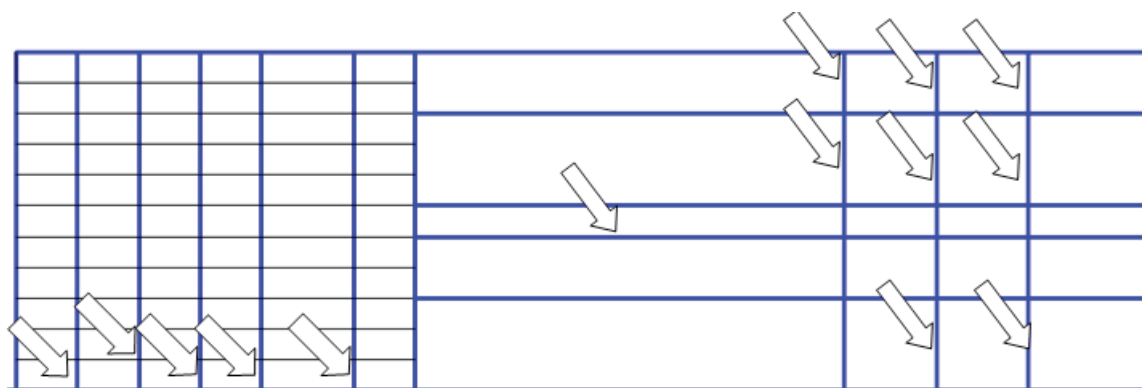

Рис. 100. Изображение основной надписи перед командой Обрезать.
Все лишние линии внутри основной надписи обрежем (рис. 100), используя команду Обрезать  (см. п. 2.2.13), панели Редактировать, вкладки Главная. На рис. 100 стрелками обозначены обрезаемые линии.
**ОБРЕЗАТЬ** [**Линия** **Секрамка** **Проекция** **Кромка** **удалить** **Отменить**]: укажите курсором обрезаемые линии, как показано на рис. 100.